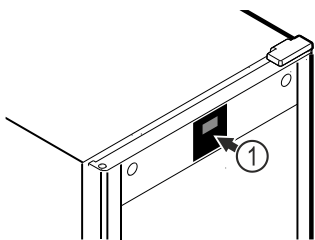

Fig. 51 Приблизне відображення
Термометр вже відкалібровано на заводі-виробнику (відхилення +6 К). Якщо температура всередині відрізняється від індикації температури Fig. 51 (1), можете відкалібрувати термометр.